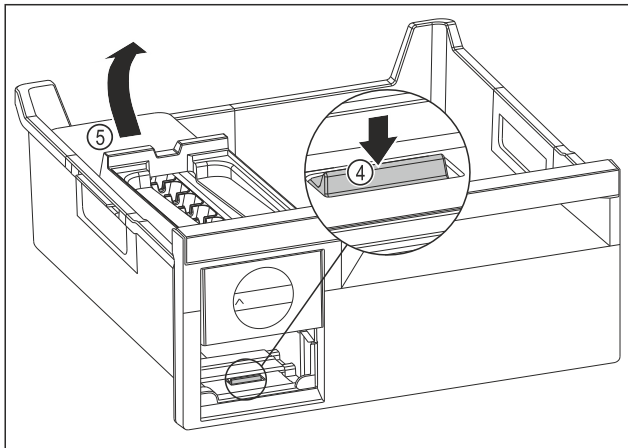

Fig. 112
- ▶ Изваждане на корпуса на EasyTwist-Ice: Натиснете езичето Fig. 112 (4) с пръст надолу и едновременно с това с другата ръка повдигнете корпуса на EasyTwist-Ice Fig. 112 (5) отзад.